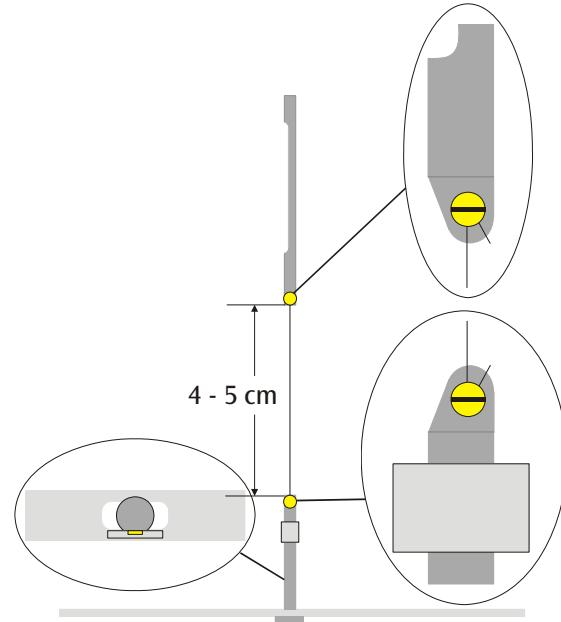

Fig. 3 Schematische Darstellung des Torsionspendels (Ausschnitt links: Tragebalken mit unterer Aufhängung von oben)
- Untere Aufhängung mittig auf den inneren Tragebalken schrauben. Dabei darauf achten, dass die Spiegeloberfläche parallel zum Tragebalken ist (siehe Fig. 3).
- zwischen den beiden Aufhängungen verlaufen (siehe Fig. 3).